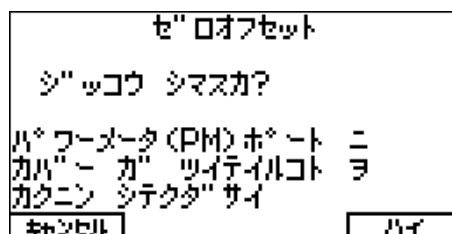

図 2.14-1 ゼロオフセット画面
1. メインメニュー画面(図 2.6.1-1 参照)で「ゼロオフセット」を選択し、FUNCTION キーを押します。ゼロオフセット画面(図 2.14-1 参照)が表示されます。